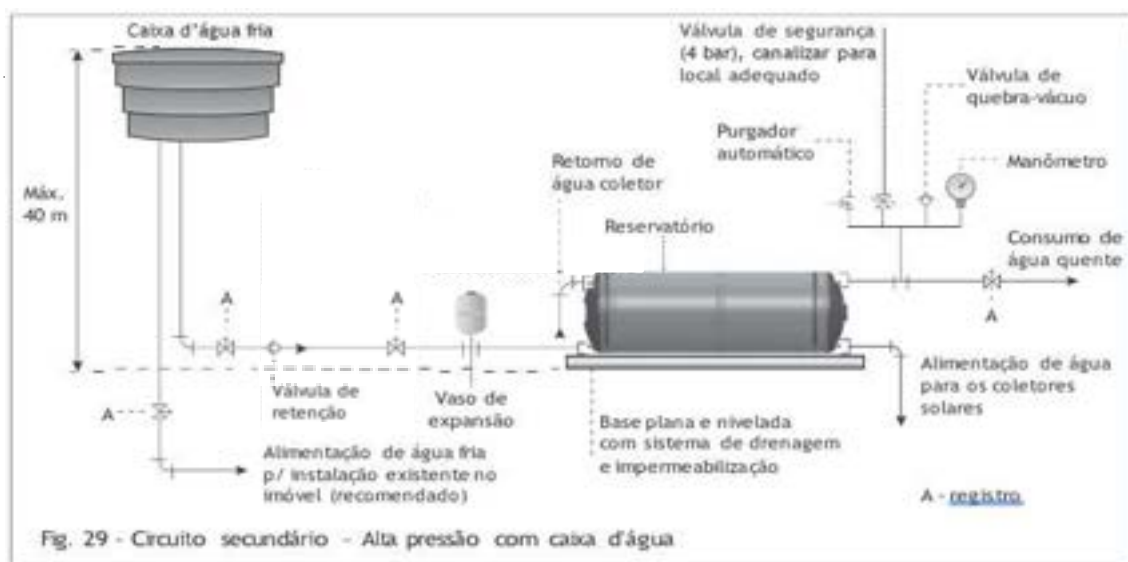

Fig. 29 - Circuito secundário - Alta pressão com caixa d'água
- Na tampa lateral do reservatório térmico, onde se localiza o sistema de apoio elétrico (resistência), está o tubo superior que deve ser utilizado como saída para consumo de água quente (Fig. 29 e 30).